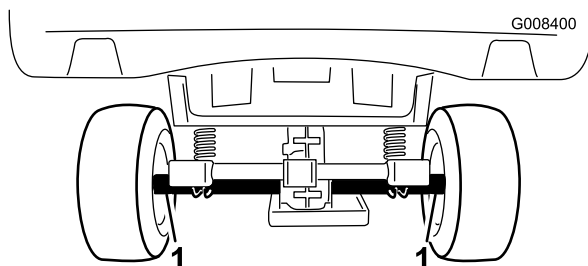
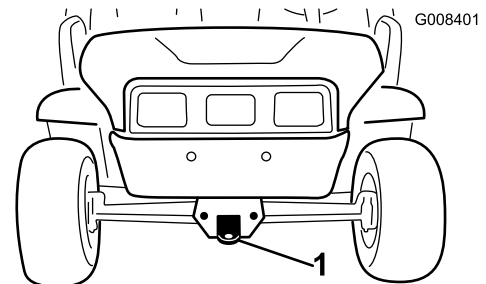

Figure 18
Figure 19
Utilisez une remorque pour transporter le véhicule sur de longues distances. Le véhicule doit être solidement arrimé sur la remorque. L'emplacement des points d'attache est indiqué à la Figure 18 et Figure 19.
2. Accrochez un câble de remorquage à la flèche d'attelage à l'avant du châssis (Figure 19).